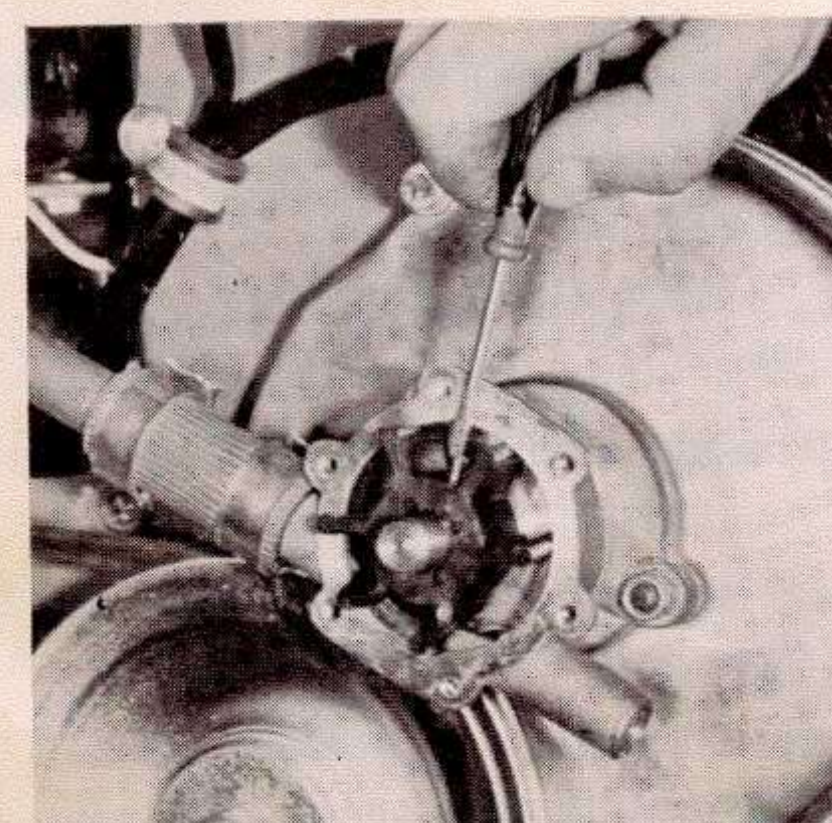

Fig. 53 4-cylindriga motorn
1. Demontera locket från sjövattenpumpen. Se upp med eventuellt vattenintrång! På den 4-cyl. motorn, drag ut axeln med pumphjul ur huset så mycket som behövs för att skruven som håller hjulet går att skruva ur. Se fig. 53.